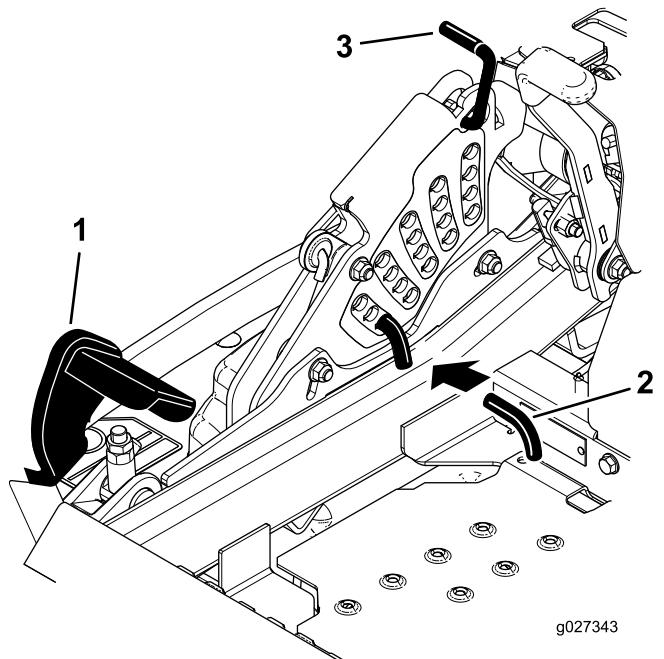

Figura 29
2. Pise el pedal de elevación de la carcasa y eleve la carcasa a la posición de transporte (que es también la posición de altura de corte de 140 mm [5½"]) como se muestra en Figura 29.
3. Para ajustar la altura de corte, gire el pasador 90 grados y retire el pasador del soporte de altura de corte (Figura 29).
4. Seleccione el taladro del soporte de altura de corte que corresponde a la altura de corte deseada, e inserte el pasador (Figura 29).